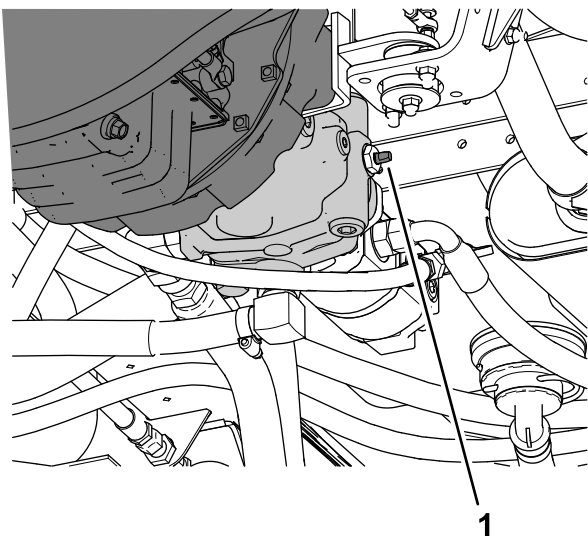

Figure 94
3. Tournez la vanne de remorquage (Figure 94) de 90° dans un sens ou dans l'autre pour l'ouvrir.